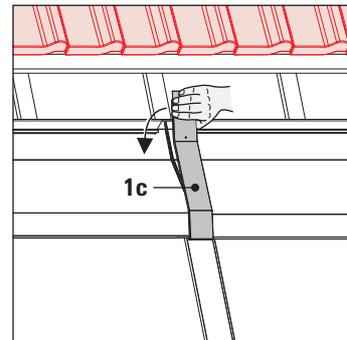

Fig. 3-54 Étape 13
13. Suspendre la réglette de couverture (1c) au-dessus de la réglette de positionnement au niveau des plaques de couverture supérieures (fig. 3-54).